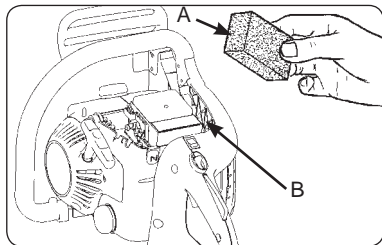

Fig. 18
1. Dégagez le couvercle (9) en dévissant les boulons qui le fixent. Le couvercle se soulèvera seul.
2. Sortez le filtre à air (A) de sa boîte (B) (Fig. 18).